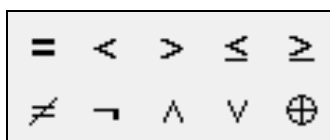

Рис. 1.8. Панель **Булева алгебра (Boolean)**
6. **Булева алгебра (Boolean)** – шаблонами знаков сравнения и булевых операций (рис. 1.8).